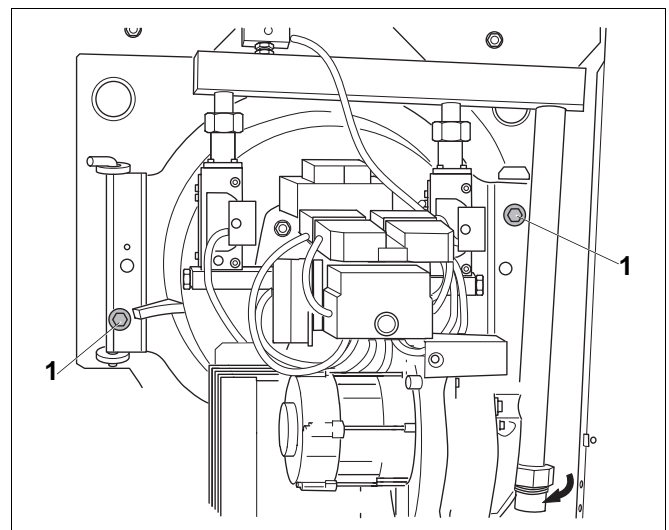

Abb. 23 Brennentür SB315 VM mit montiertem Vormischbrenner
- Brennentür mit zwei Sechskantschrauben (Abb. 23, Pos. 1) verschrauben (Anzugsmoment ca. 10 max. 15 Nm).
- Sechskantschrauben aus Brennertür herausdrehen und Brennertür öffnen, siehe Abb. 23 auf Seite 18.
- Brennertür mit Brenner zur Seite aufschwenken, siehe Abb. 23 auf Seite 18.